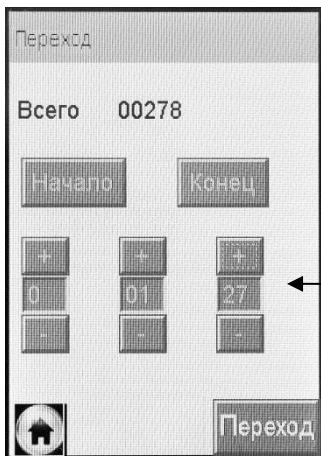

Рисунок 26 – Быстрый переход к требуемому протоколу
– находясь в окне «Запись» (рисунок 25), зажмите и удерживайте сервисную кнопку и кратковременно нажмите на кнопку включения/выключения, отпустите обе кнопки; на экране появится окно перехода к требуемому протоколу (рисунок 26);